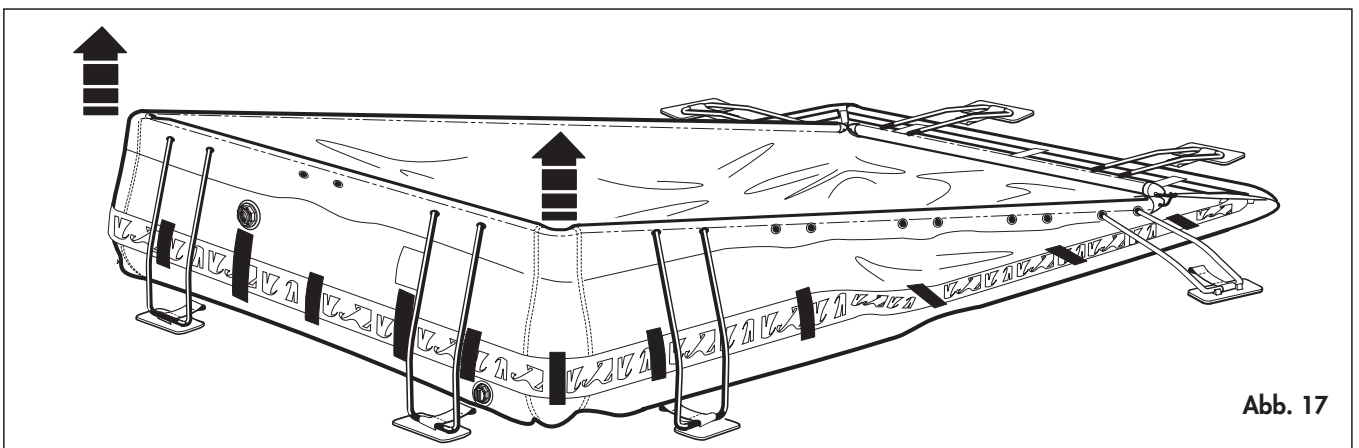

Abb. 17
- f** Zwei Personen, jeweils eine an jedem Ende einer kleinen Seite, heben den Satz Horizontalrohre an um das Ende des Schwimmbeckens aufzurichten, Abb. 17.